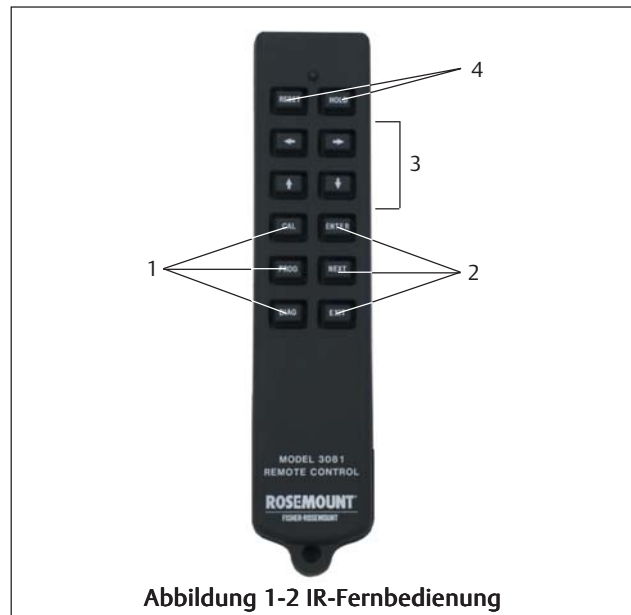

Abbildung 1-2 IR-Fernbedienung
1.8 IR-FERNBEDIENUNG (ABBILDUNG 1-2)